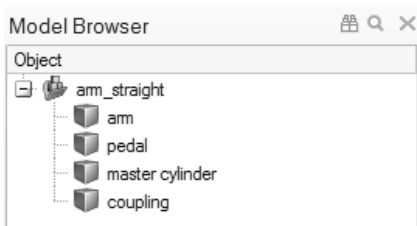

图 6-35
5) 在模型浏览器中, 将制动臂的各零件分别重命名为臂、踏板、主缸和联结。操作方法: 单击模型浏览器中的一个零件将其选中, 然后再次单击使文本框变为可编辑状态, 如图 6-35 所示。